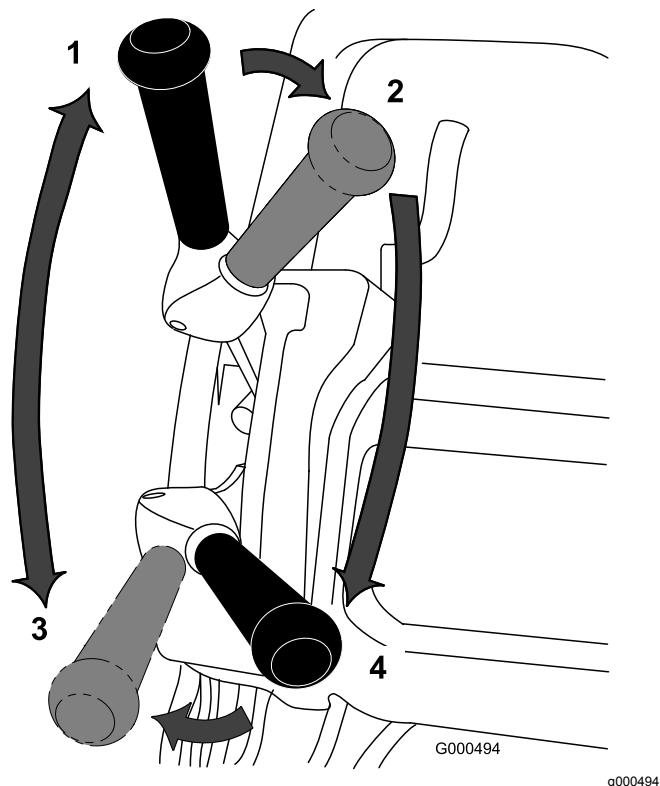

Figura 30
1. Arranque el motor, ponga el acelerador en Lento, empuje el manillar hacia abajo para elevar la unidad de corte, apriete el control de presencia del operador, ponga la palanca de tracción en la posición de ENGRANADO y lleve la máquina al borde del green (Figura 30).
2. Mueva la palanca de tracción a la posición de DESENGRANADO y engrane la palanca de transmisión del molinete (Figura 30).
acelerador hasta que la máquina se desplace a la velocidad deseada, lleve la máquina al green, baje la parte delantera de la máquina y empiece a trabajar (Figura 30).